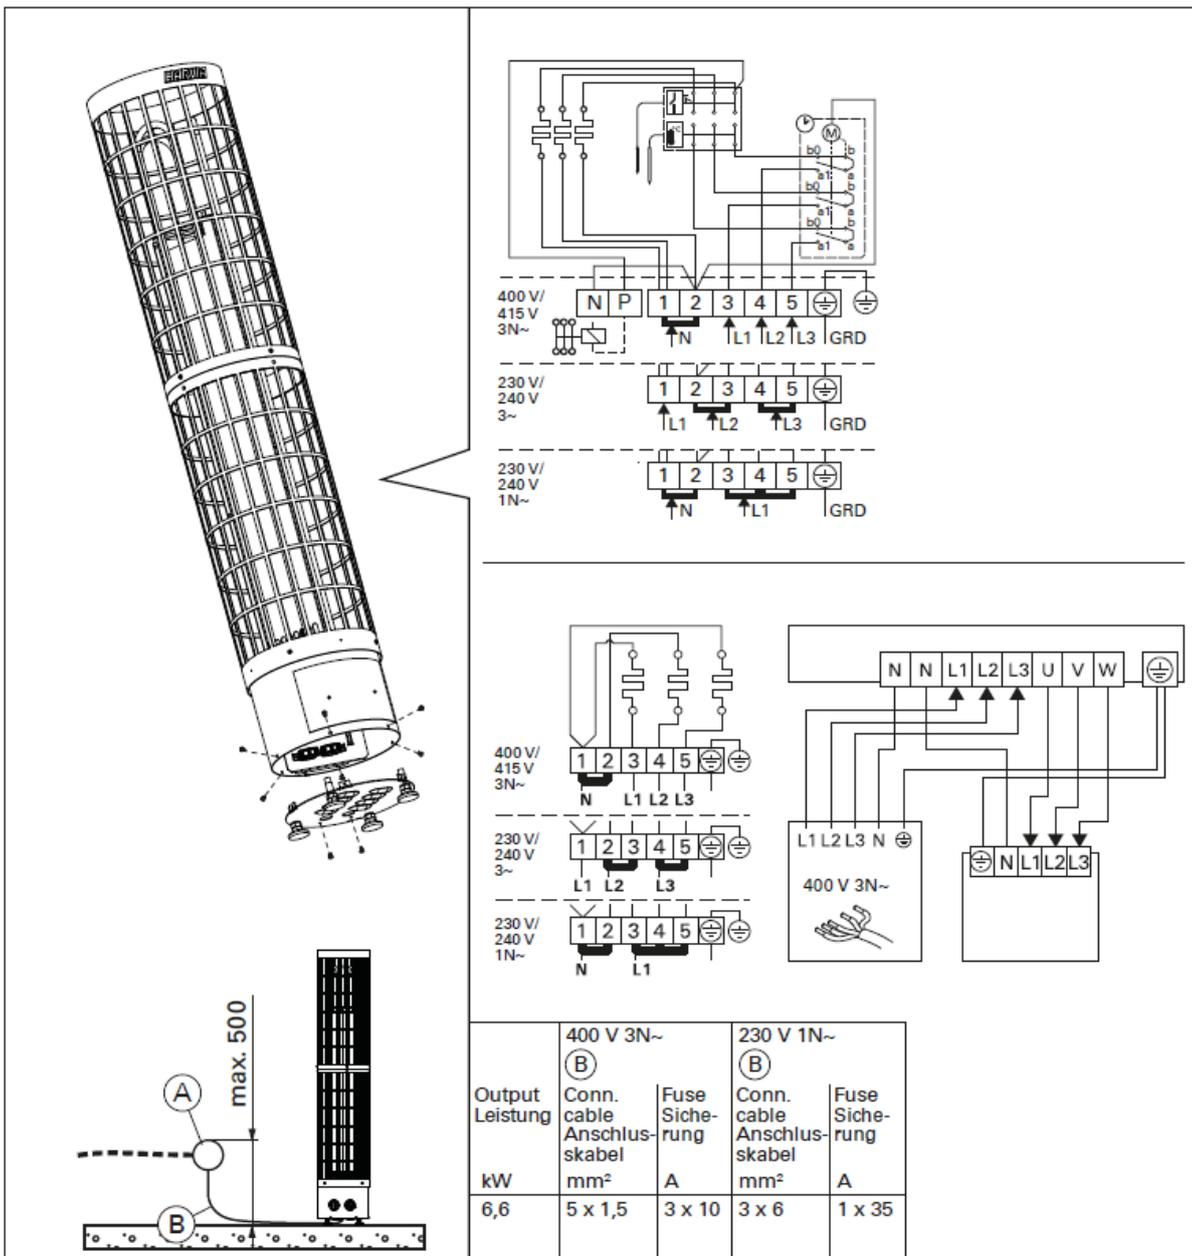

Abbildung 8. Elektroanschlüsse
- Der Saunaofen wird halbfest an die Klemmdose (Abb. 8: A) an der Saunawand befestigt. Die Klemmdose muß spritzwasserfest sein und darf höchstens 500 mm über dem Fußboden angebracht werden.
- Als Anschlusskabel (Abb. 8: B) wird ein Gummikabel vom Typ H07RN-F oder ein entsprechendes Kabel verwendet. **ACHTUNG! PVC- isolierte Kabel dürfen wegen ihrer schlechten Hitzebeständigkeit nicht als Anschlusskabel des Saunaofens verwendet werden.**
- Die Saunaöfen sind zusätzlich zum Netzanschluss mit einer Klemme (P) ausgestattet, welche die Möglichkeit zur Steuerung der einer Elektroheizung bietet (Abb. 8). Der Ofen übernimmt mit dem Einschalten die Funktion einer Elektroheizung. Das Steuerungskabel für die Elektroheizung wird direkt zur Klemmdose des Saunaofens gelegt und von dort aus durch ein Gummikabel der gleichen Stärke weiter zur Reihenklemme des Saunaofens geleitet.